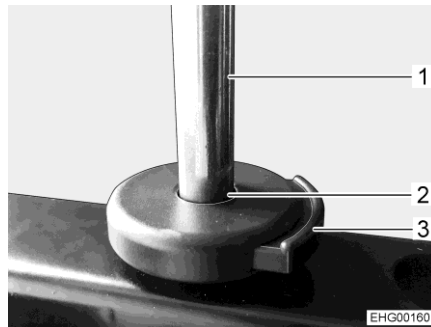

Bild 19 Entriegelungstaste
- Holme (Bild 19,1) der Kopfstütze in die Halterungen (Bild 19,2) einsetzen.
- Entriegelungstaste (Bild 19,3) drücken und Kopfstütze weiter bis zur gewünschten Position schieben.
- Entriegelungstaste (Bild 19,3) drücken.